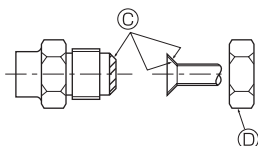

Fig. 5-5
A (Fig. 5-5)
5.5. Connexion des tuyaux (Fig. 5-4) (Fig. 5-5)
[Fig. 5-5]